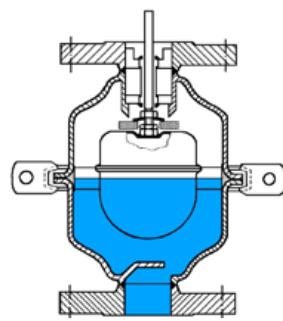

Рис. 2
**2. Пусковые воздухоотводчики** имеют высокую пропускную способность и предназначены для удаления газов из жидкостных систем при их заполнении жидкостью, а также для заполнения воздухом при дренаже системы. при отсутствии жидкости в системе клапан воздухоотводчика открыт за счет массы поплавка. при заполнении системы и повышении уровня жидкости, поплавок перемещается в верхнее положение и закрывает клапан (Рис. 2). в процессе работы системы клапан воздухоотводчика удерживается рабочим давлением в закрытом положении независимо от уровня жидкости. при дренаже системы воздухоотводчик будет оставаться закрытым до тех пор, пока давление не понизится до 0,03 МПа. После чего клапан открывается и работает в режиме заполнения системы воздухом. Пример пускового воздухоотводчика — EB3.52.